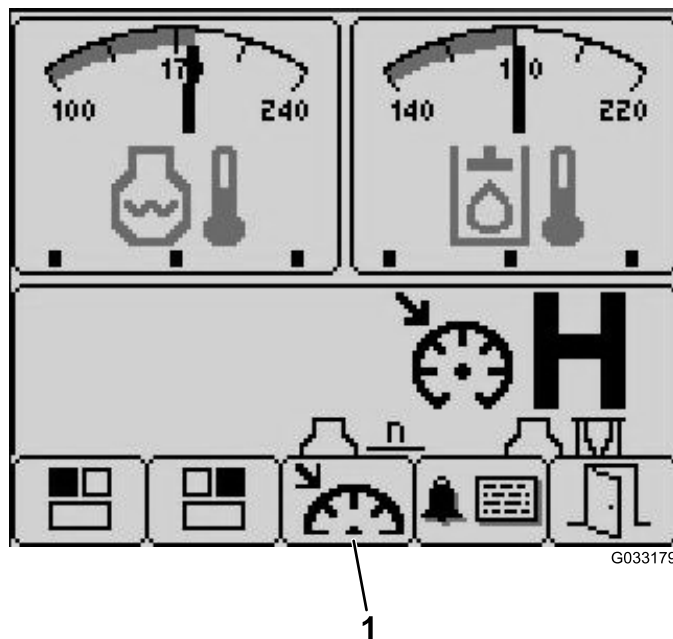

Рисунок 28
3. Нажмите кнопку 3 для перехода к экрану круиз-контроля (Рисунок 28).